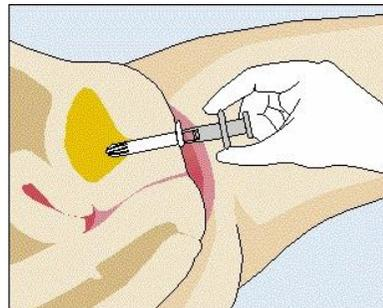

Abbildung 2
4. Abb. 2 erklärt das Einführen des mit Gleitmittel versehenen Messkatheters. Der *In-Flow™* Messkatheter wird soweit eingeführt, bis die innere Lasche den Meatus berührt.